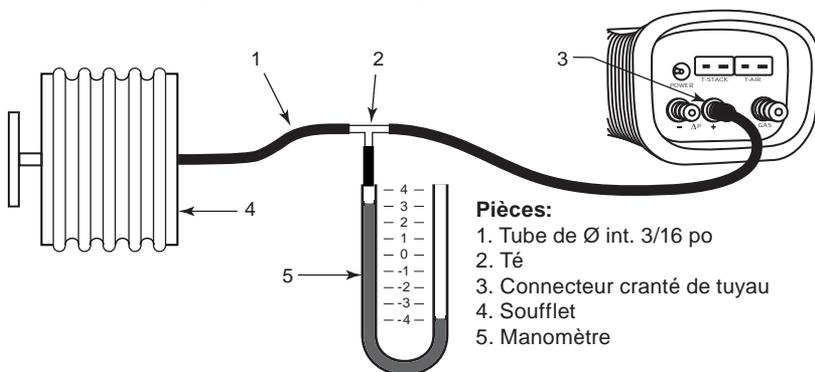

Figure 5-1. Équipement de calibration de capteur de pression
1. Assembler l'équipement de calibrage du capteur de pression comme indiqué à la figure 5-1, mais **NE PAS** encore connecter l'analyseur à l'équipement de calibrage.